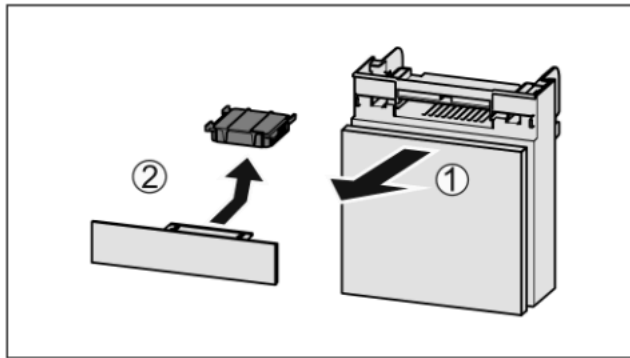

Fig. 50
- ▶ Estrarre il vano tirando in avanti Fig. 50 (1).
- ▶ Rimuovere il filtro a carboni attivi Fig. 50 (2).